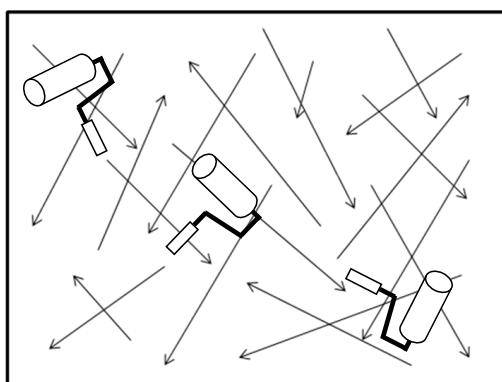

図1 主材3（1回目） 塗装方法
施工方法	塗り残しがないようにランダムな方向に塗布する。(図1)
- ・ローラーはランダムな方向に動かし、小刻みに塗り継ぐ。(図1)